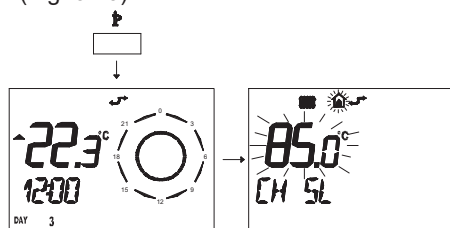

Fig. 5.43
- Pulse durante más de 3 segundos el botón \mathbb{P} para entrar en la modalidad INFO (Fig. 5.43).
Pulse el botón \mathbb{P} para salir de la modalidad INFO (Fig. 5.43).